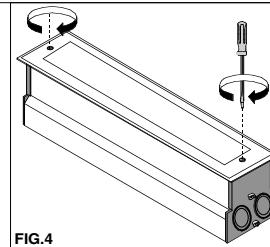
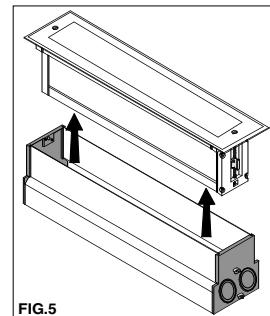

FIG.4
FIG.5
- Separare l'apparecchio dalla cassaforma allentando le viti di fissaggio della cornice in acciaio inox (attenzione: piastra e corpo sono inseparabili **FIG.4-FIG.5**)
- Separate the fitting from the housing loosening the fixing screws of the Inox frame (attention: frame and body can be divided **FIG.4 - FIG.5**)
- Séparer l'appareil du boîtier en dévissant les vis de fixation du cadre en inox (attention: cadre et corps sont séparés) **FIG.4 - FIG.5**
- Die Befestigungsschrauben des Stahlrahmens lockern und die Leuchte vom Gehaeuse unzertrennlich (achtung: Rahmen und Koerper sind trennbar **BILD 4-BILD 5**)